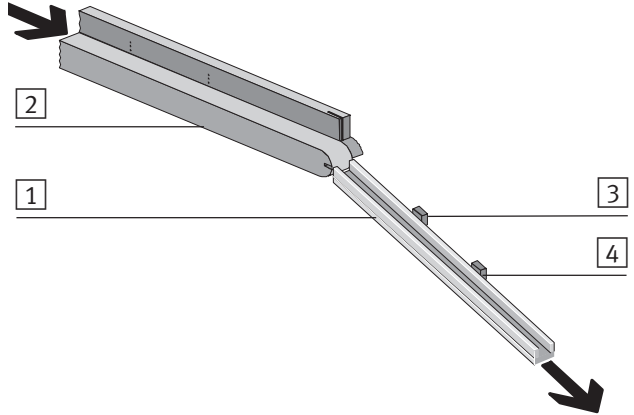

Bild 3/2: Staustrecken-Kontrolle mit Schaltverzögerung
Mit CheckKon kann die CHB-C-X wahlweise für den Betrieb mit einem oder zur Schaltverzögerung des Kleinteile-Förderers mit zwei Staustrcken-Sensoren (Bild 3/2) konfiguriert werden: Menü [Ansicht] [Systemparameter] ◇ Transportsysteme ◇ Weiterführende Systeme ◆ Anzahl Staustrcken-Sensoren = 1 (2).